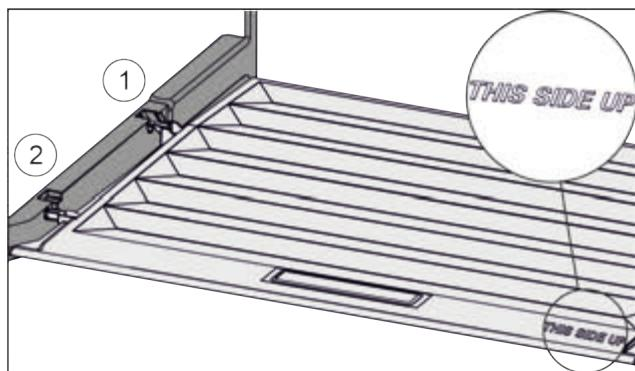

Fig. 59
- Вставити поперечні ребра через отвір заднього тримача Fig. 59 (1) і зафіксувати спереду у тримачі Fig. 59 (2).